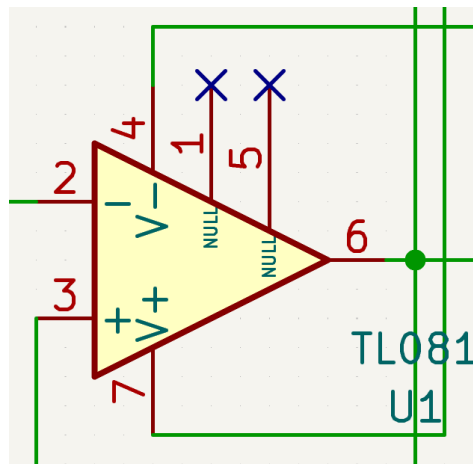

Figura 3.15. Amplificador operacional con los terminales 1 y 5 definidos como no conectados
Esto hará que el cursor se transforme en un aspa (X). Después, habrá que hacer clic sobre cada terminal que no se vaya a conectar. Al hacerlo, se dibujará un aspa sobre el terminal, definiéndolo como no conectado. La figura 3.15 muestra el aspecto que tiene el símbolo del amplificador operacional tras definir los terminales 1 y 5 como no conectados.